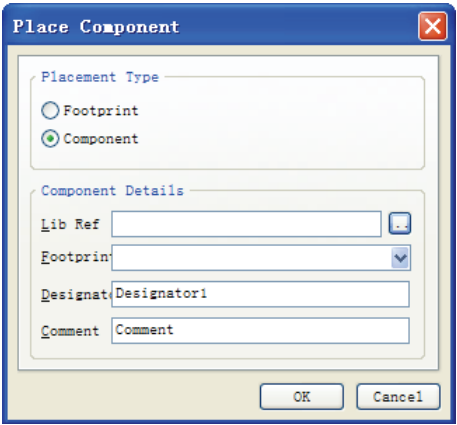

图 10-20 放置元件对话框
- (1) 执行菜单命令 **【Place】→【Component】**,弹出放置元件对话框,如图 10-20 所示。